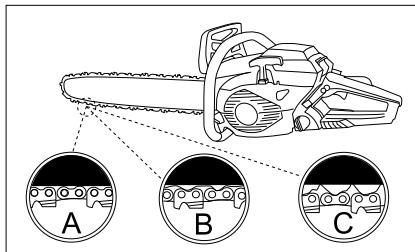

Рис. 10
Розгляньте рис. 10, де показано правильний натяг при холодному ланцюзі (A), тепловому ланцюзі (B), а також ланцюзі, натяг якого необхідно відрегулювати (C).